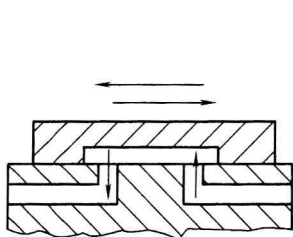

图 1-6 滑阀形
6) 滑阀形：关闭件在垂直于通道的方向滑动，如图 1-6 所示。